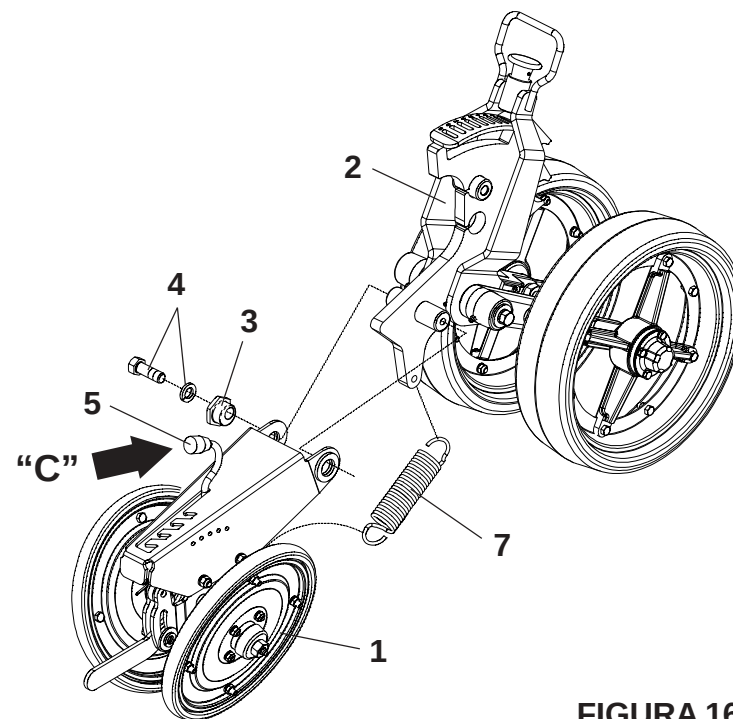

FIGURA 16
MONTAGEM DOS CARRINHOS (FIGURA 16) SPA MEGA FLEX 4000 / 4500 / 5000 / 5500
2 - Em seguida, coloque a alavanca (5) totalmente para frente conforme e engate a mola (6) na alavanca (5) e no suporte do carrinho da roda de profundidade (2), **conforme mostra a figura 16.**